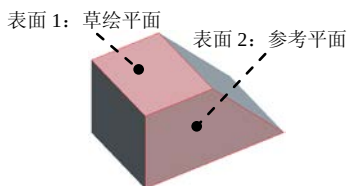

图 4.2.3 草绘平面
(1) 定义 **草绘**平面及参考面。选择 **Plane (平面)** 命令,选取图 4.2.3 中的模型表面 1 为 **草绘**平面;选择 **Okay (确定)** → **Top (顶)** 命令,选取图 4.2.3 中的模型表面 2 为参考平面。